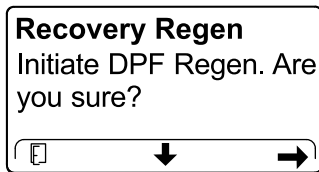

图29
4. 在 INITIATE DPF REGEN（启动 DPF 再生）屏幕，按右侧按钮继续（图29）。